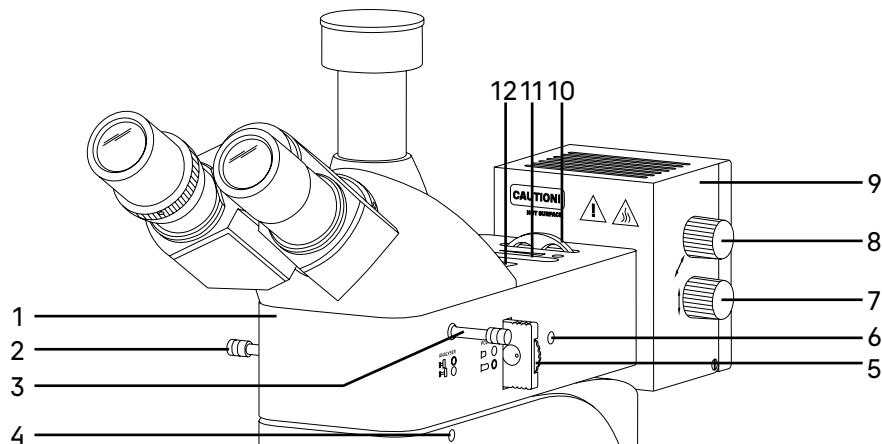

Рис. 4. Насадка осветителя отраженного света
Осветитель отраженного света представлен на рис. 4.
Корпус насадки 1 (рис. 4) устанавливается сверху на штатив микроскопа и закрепляется винтом 4 (рис. 4) при помоши ключа-шестигранника. В корпусе насадки располагаются:
- устройство простой поляризации – вращающийся поляризатор 5 (рис. 4) и встроенный анализатор 3 (рис. 4);
- полевая диафрагма 12 (рис. 4) и апертурная диафрагма 11 (рис. 4);
- несъемное кольцо с набором цветных фильтров 10 (рис. 4) имеет пять положений: свободное отверстие и 4 фильтра – матовый, желтый, зеленый и синий;
- рукоятка 2 (рис.4) для переключения на режим светлого/темного поля – для улучшения контраста и детализации изображения образцов, что позволяет лучше изучать их микроструктуру (Режим светлого поля дает достоверное увеличенное изображение объекта. Режим темного поля: для наблюдения объекта в рассеянном свете, который дает контрастные изображения границ зерен и дефектов поверхности, невидимых в светлом поле). Для работы микроскопа по методу темного поля выдвиньте рукоятку светлого/темного поля 2 (рис. 4) в положение DF, а для работы по методу светлого поля убедитесь, что она установлена в задвинутое положение BF.
Поляризатор 5 (рис. 4) расположен в корпусе насадки между источником света и объективами. Поляризатор имеет два положения – свободное отверстие и поляризационный фильтр. Поляризатор вращается в диапазоне 0–360°. Чтобы ввести поляризатор в оптическую ось, следует вставить устройство до конца. Поляризованный свет передается через объектив на объект.
Анализатор 3 (рис. 4) расположен между объективом и визуальной насадкой. Анализатор имеет два положения – свободное отверстие и поляризационный фильтр. Чтобы ввести анализатор в оптическую ось, следует вставить устройство до конца.
Фонарь лампы 9 (рис. 4) крепится на насадку 1 (рис. 4). Внутри фонаря располагается источник света – галогенная лампа. Центрировка лампы по трем осям осуществляется рукоятками 15 (рис. 2) и 7, 8 (рис. 4). Галогенная лампа нагревается, поэтому корпус фонаря имеет решетку для естественного охлаждения источника света.